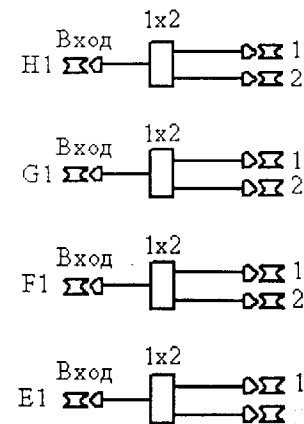
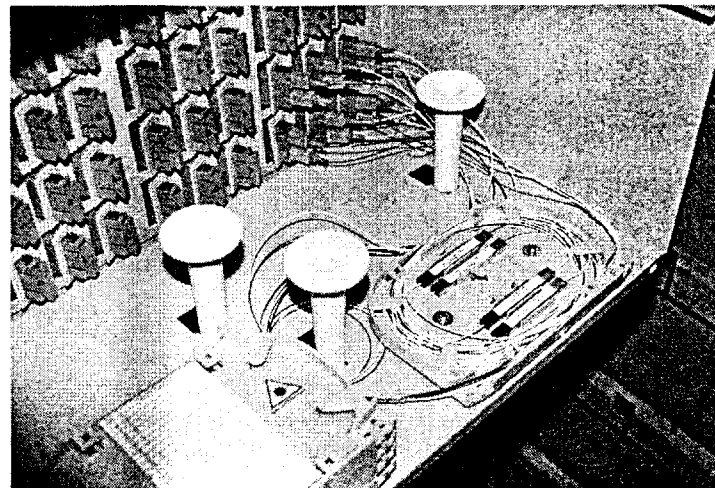

Рис.2 Схема подключения разветвителей 1x2 в одной сплайс-кассете.
Рис.3 Установка сплайс-касеты в ПОР-PM 4U.
4.4 Установить сплайс-кассеты в ПОР-PM (начиная с нижней кассеты) и подключить оптические разветвители к панели коммутации ПОР-PM с тыльной стороны согласно маркировке панели. Схема подключения разветвителей приведена на рис.2 Уложить оптическое волокно согласно рис.3.